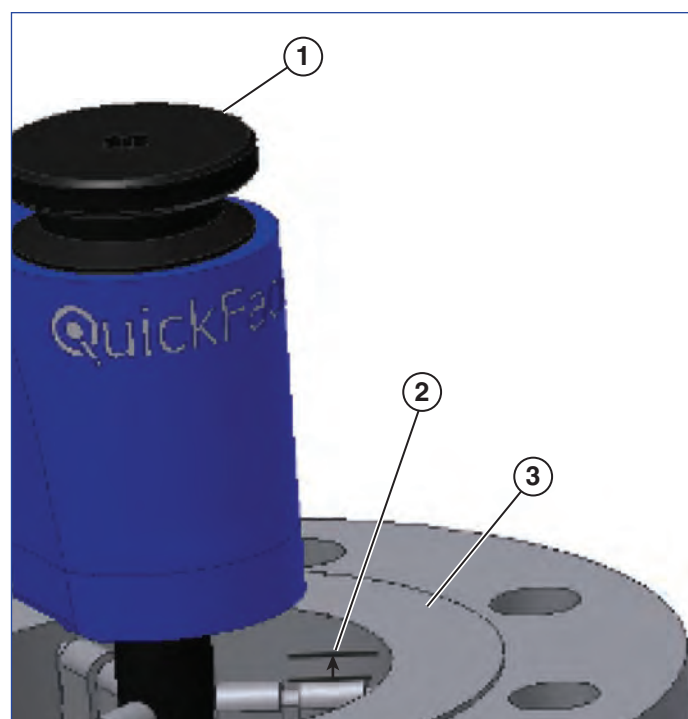

図 10
1. フランジ面から深さ3 mmにマンドレルアセンブリの爪を挿入して、製品本体をフランジ内径に水平に取り付けます。（図10参照）固定ノブを時計方向に回して、爪が伸びて、フランジ内面に突き当り締め付けますフランジ内径にしっかりと嵌め込まれていることを確認します。固定ノブを締め付け過ぎないでください。